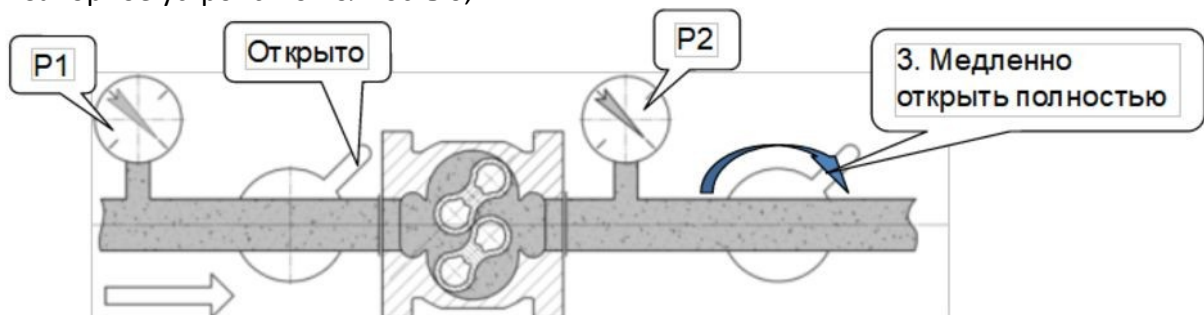

Рисунок 11
- Очень медленно открываем запорное устройство после счетчика до начала вращения роторов, которое можно определить по вращению последнего цифрового ролика счетного механизма (рисунок 11). Если роторы вращаются равномерно, медленно открываем запорное устройство полностью;